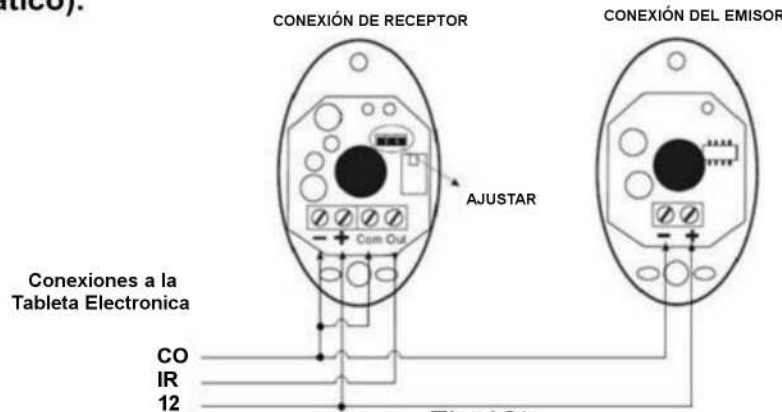

Fig.12b
- C. Foceldas Infrarrojas:** "24" (24Vcc), "I.R." (Salida de la Focelda), "CO" (Común); Sí el Rayo Infrarrojo es Interrumpido durante el Cierre, el Portón Corredizo se Regresará y Abrirá Inmediatamente. El Operador Corredizo No está Equipado desde Fábrica con un Dispositivo de Seguridad Infrarrojo (Opcional), la señal de salida de Infrarrojo debe ser N.C. Ver (Fig.12b)